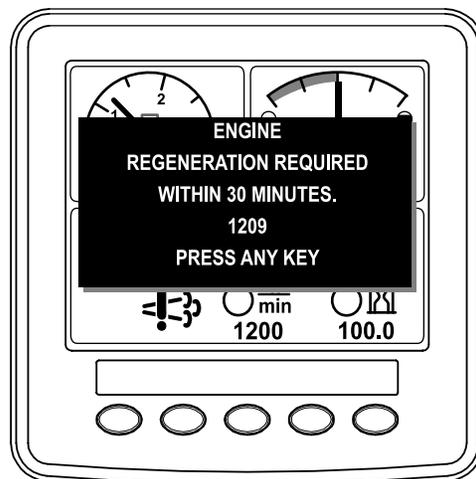

図 65
- この要求インフォセンターに表示されたアイコンを無視してマシンの使用を続けると 図 65、DPF 内部に大量のすすがたまります。